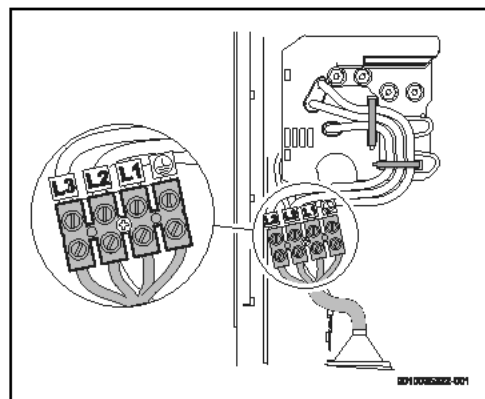

Fig. 97 Raccord inférieur
- Raccordement inférieur (fig. 97)